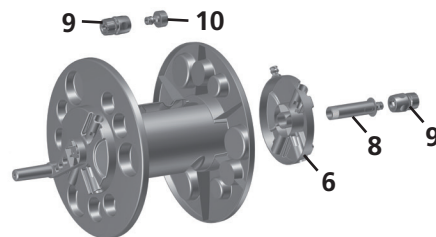

Fig. 04
3. No outro lado encaixe o eixo (8) no mancal direito (6) e o mesmo conjunto encaixe no carretel [Fig. 04]. Para realizar a fixação do conjunto, rosqueie o adaptador (10) no eixo (8). Em seguida acople os engates rápidos (9) nas extremidades do adaptador (10) e do eixo (8).
3. On the other side, place the axle (8) into the right bearing (6) and then attach this assembly to the reel [Fig. 04]. To secure the assembly, screw the adapter (10) onto the axle (8). Then attach the quick connectors (9) to the ends of the adapter (10) and the axle (8).
3. En el otro lado, encaja el eje (8) en el mancal derecho (6) y el conjunto en el carretel [Fig. 04]. Para fijar el conjunto, enrosca el adaptador (10) en el eje (8). Enseguida, conecta los acoples rápidos (9) en las extremidades del adaptador (10) y del eje (8).